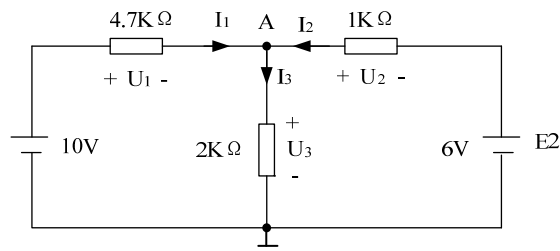

图 7 直流电路的测试
1) 在面包板上，按图 7 接线，用万用表测量各电阻两端电压和各支路电流，填入表 9 中第一行；